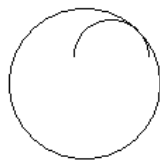

图 4.7.15 角/长度移动图元
- **Ang/Length (角/长度)**: 选取该命令后，图元以极坐标的形式旋转，初始选择点为极坐标的零点。在系统 输入逆时针方向的旋转角[退出] 的提示下，输入数值 45，单击鼠标中键，然后在系统 在指定方向上偏移[退出] 的提示下，输入数值 20，单击鼠标中键完成移动，如图 4.7.15 所示。